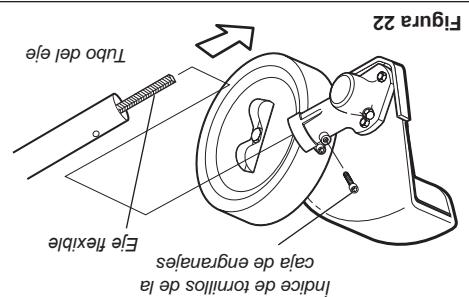

Figura 22
■ Use un gancho de alambre para extraer el filtro de combustible con la punta del gancho combinable con la tubería del tanque de combustible. Consulte la figura 22.